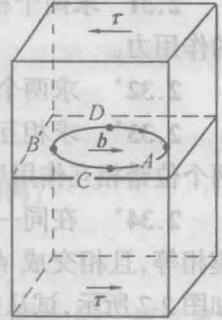

图 2-5
2.19 如图 2-5, 某晶体的滑移面上有一个柏氏矢量为  $b$  的位错环, 并受到一个均匀的切应力  $\tau$ 。试分析: